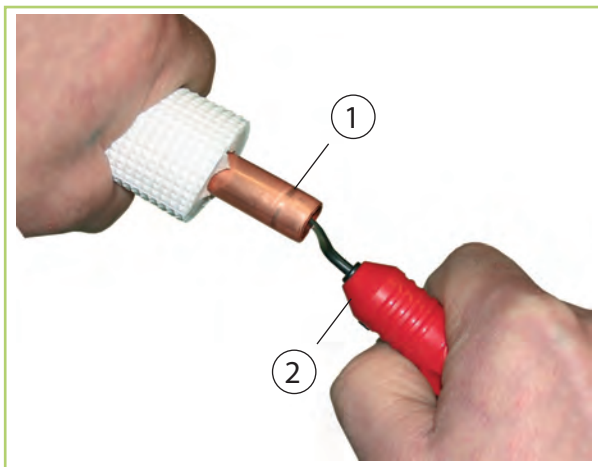
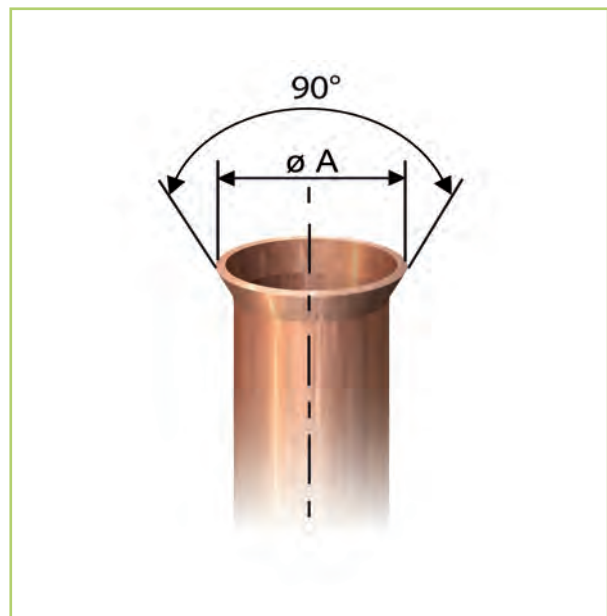

Abb. 44: Entgraten der Kältemittelleitung
Abb. 46: Korrekte Bördelform
- Zur Erstellung der Anschlüsse an die Module müssen die Kupferrohre mit einem Bördel versehen werden. Dabei ist auf eine korrekte Form des Bördels und passende Überwurfmutter (im Lieferumfang) zu achten (Abb. 44 bis Abb. 46).